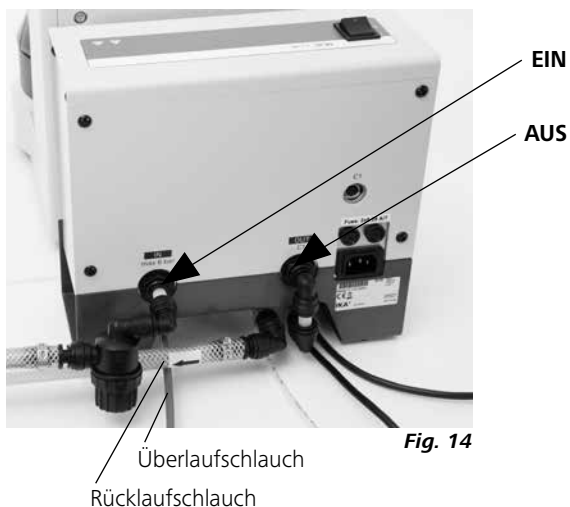

Fig. 14
Anschließen der Teile X/Y C 1 zur Heizung C 1.20, siehe Fig. 14
- Stellen Sie sicher, dass der Rücklaufschlauch und der Überlaufschlauch des C 1 in einem Ausguss hängen, siehe Fig. 14.